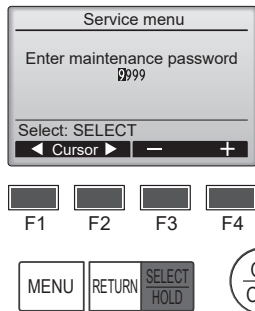

Fig. 7-3
- ① Sélectionnez "Service" dans le menu général puis appuyez sur le bouton [SELECT/HOLD]. (Fig. 7-3)
- ② Lorsque le menu SAV est sélectionné, une fenêtre vous invitait à saisir le mot de passe apparaît. (Fig. 7-3)